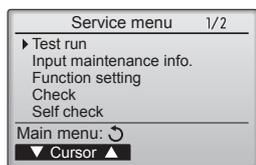

Fig. 6-3
③ С помощью кнопки [F1] или [F2] выберите пункт "Test run" (Тестовый прогон) и нажмите кнопку [✓]. (Fig. 6-3)